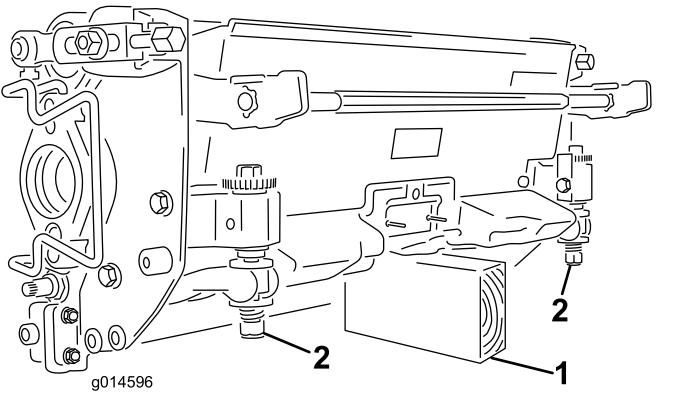

図 54
**重要** ベッドナイフやリールを見るためにカッティングユニットを立てる場合には、ベッドバー調整ねじのナットが床面に接触しないように、カッティングユニットの後ろ側をスタンドなどで支えてください 図 54。